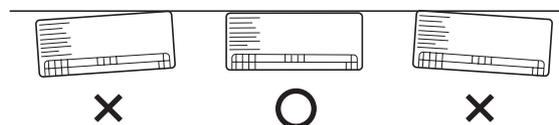

Fig. 3-20
- (2) Contrôlez à l'aide d'un mètre-ruban ou d'un niveau. Cette vérification est importante pour que l'unité soit correctement installée. (Fig. 3-20)
- (3) Assurez-vous que le panneau est au ras du mur. Si vous laissez un espace entre le mur et l'unité, cela engendrera du bruit et des vibrations.